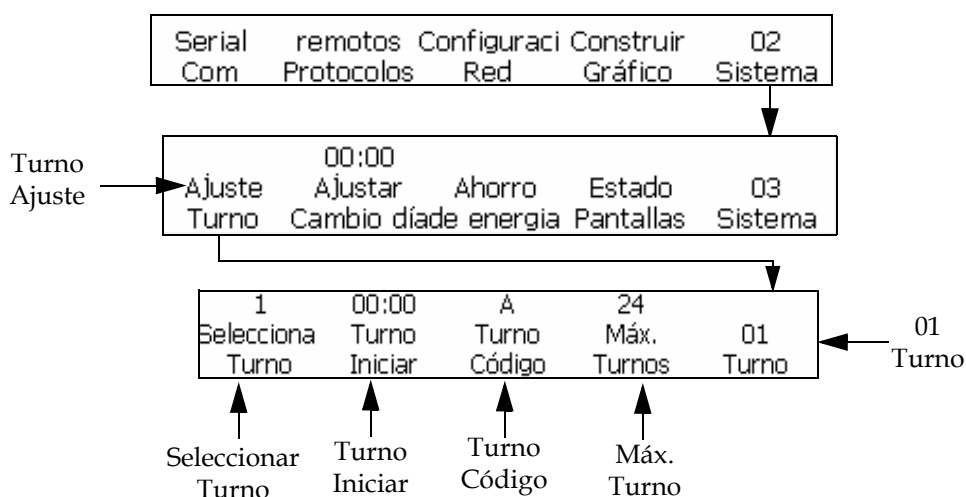

Figura 5-61: Marco <01 Turno>
- 1 Comience en el marco <03 Sistema> (01 Edición > 02 Edición > 03 Edición > 04 Edición - Sistema Ajuste > 01 Sistema > 02 Sistema > 03 Sistema). Consulte la Figura 5-61.